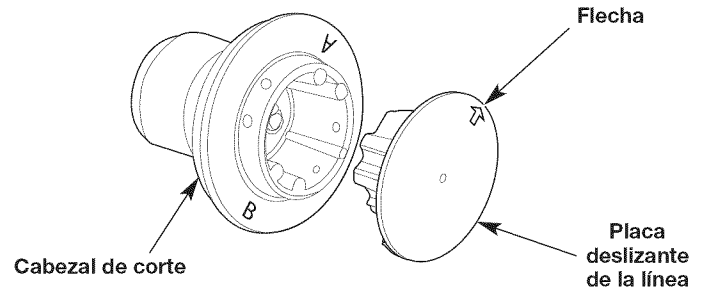

Fig. 16
2. Ubique el orificio pequeño en el lateral del cabezal de corte que sostiene la lengüeta negra de traba (Fig. 16). Inserte un destornillador Phillips pequeño y empuje la lengüeta de traba hacia adentro. Al mismo tiempo, hale la placa deslizante de la línea fuera del cabezal de corte.
4. Alinee la flecha de la placa deslizante de la línea con la marca "A" en el cabezal de corte (Fig.16).